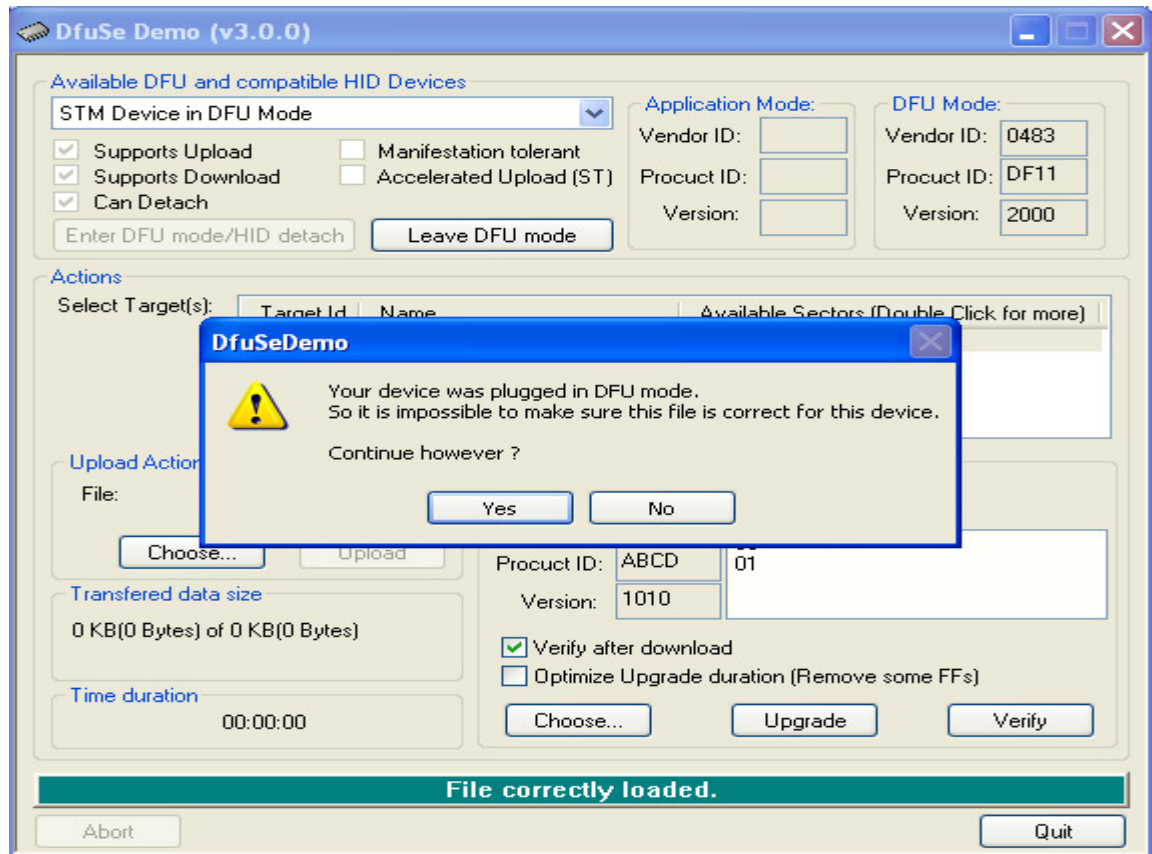

Figure 2
- 10.1.2. Обратите внимание содержимое окна выпадающего списка “Available DFU and compatible HID Devices ” в левом верхнем углу окна программы. Если описанная последовательность действий выполнена правильно то в данном окошке будет отображена надпись подобная той что отображена на Figure 2 (STM Device in DFU Mode), наличие данной надписи указывает, что AFEDRI SDR успешно запущен в “boot” моде и готов к обновлению firmware.
- 10.1.6. После нажатия клавиши “Upgrade” появится дополнительное окно с сообщением которое вы можете увидеть на Figure 2. Нажмите “Yes” для продолжения.
- 10.2.2. Обратите внимание содержимое окна выпадающего списка "Devices " в верхней части окна программы. Если описанная последовательность действий выполнена правильно то в данном окошке будет отображена надпись подобная той что отображена на Figure 2 (STM Device in DFU Mode), наличие данной надписи указывает, что AFEDRI SDR успешно запущен в "boot" моде и готов к обновлению firmware.